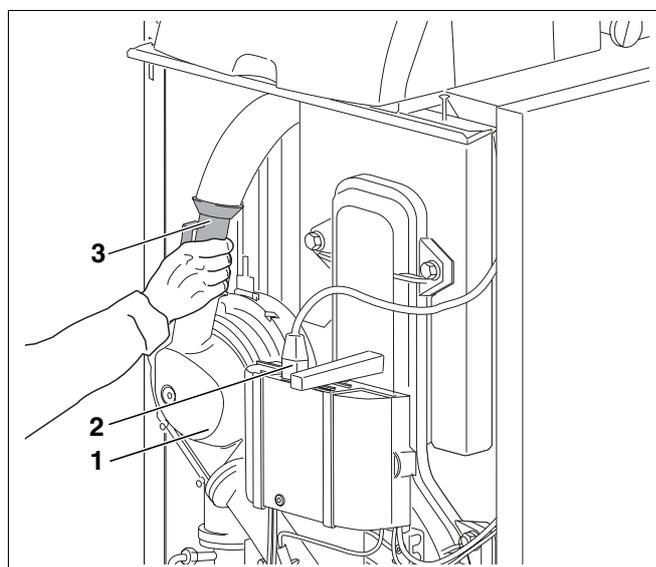

Fig. 50 Scollegare il tubo Venturi
- Estrarre la spina di rete (fig. 50, **pos. 2**) dal dispositivo SAFe.
- Smontare il tubo Venturi (fig. 50, **pos. 3**) dal collegamento per l'aria comburente (fig. 50, **pos. 1**).